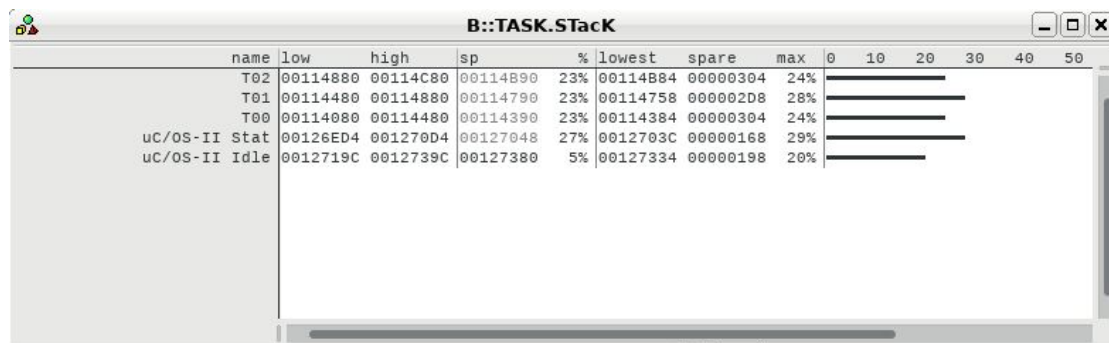

Abbildung 6.3.: Fenster zum Inspizieren von laufenden Tasks, ihren Prioritäten und IDs
- Überwachung von Stackgrößen, auch die der Tasks (Beispiel siehe Abbildung 6.3)